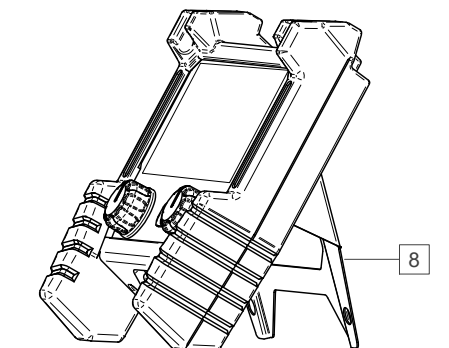

Figure 3
- Le support [8], qui permet de soutenir l'appareil sur une surface plane, par exemple une table de soudage (Figure 3).